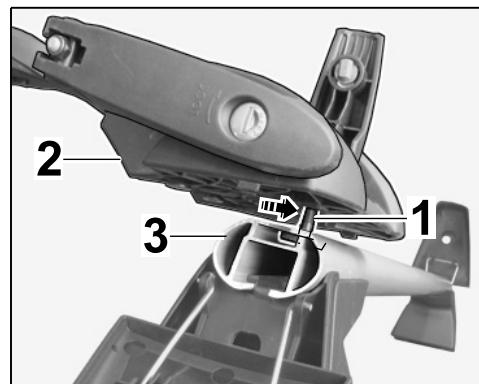

Figura 21
- 5.3 Empujar el perno en T del alojamiento para la horquilla de la rueda delantera hacia la ranura del soporte de la parte delantera del sistema de transporte de techo (⇒ Figura 21).